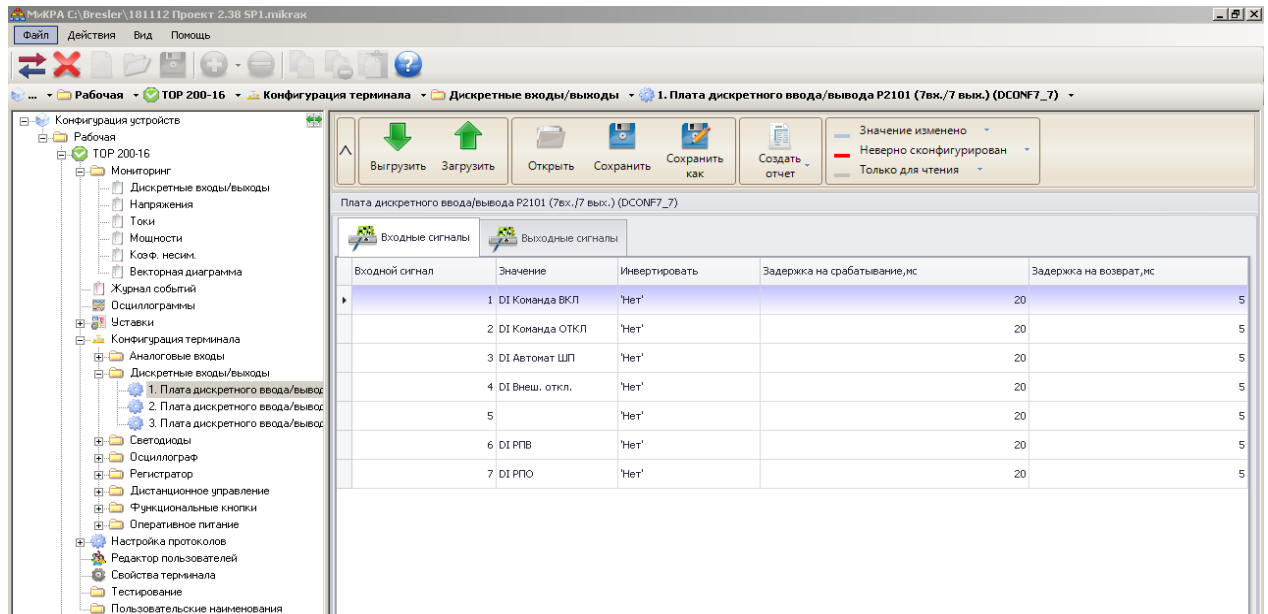

Рисунок 1.2 – Настройка срабатывания и возврата дискретных входов
1.2.6.6 Времена срабатывания и возврата каждой входной дискретной цепи регулируются в диапазоне от 0 до 60 с с шагом 1 мс с помощью сервисного ПО «МиКРА» в меню Конфигурация терминала/Дискретные входы-выходы/Конфигурация плат ввода-вывода (рисунок 1.2).